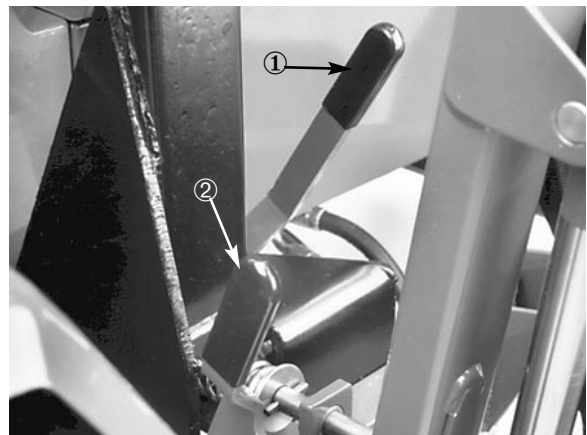

Figure 11
1. Prendre place sur le siège sans appuyer sur la pédale de déplacement. Vérifier que le frein de parking est serré (Fig. 11). La pédale de déplacement et le levier de tonte/rodage doivent être au point mort.
Système d'avertissement—si un voyant s'allume au cours de l'utilisation, arrêter immédiatement la machine et corriger le problème avant de continuer. La machine peut subir de graves dégâts si elle est utilisée alors qu'elle est défectueuse. Il est cependant possible, *pendant de courtes périodes*, d'utiliser le bouton d'urgence de commande manuelle (Fig. 11) pour faire fonctionner le moteur s'il s'est arrêté pour cause de surchauffe.
Démarrer le moteur et placer la commande des gaz en position FAST pour que le moteur tourne au régime maximum. Placer le levier de tonte/rodage en position MOW (Fig. 11). Les cylindres sont alors en mouvement. Desserrer le frein de parking. Pour se déplacer et tondre en marche avant, appuyer sur la partie supérieure de la pédale de déplacement (Fig. 20). Maintenir la pédale de déplacement en contact avec le limiteur de vitesse au sol pour obtenir une coupe et une qualité de coupe uniformes.